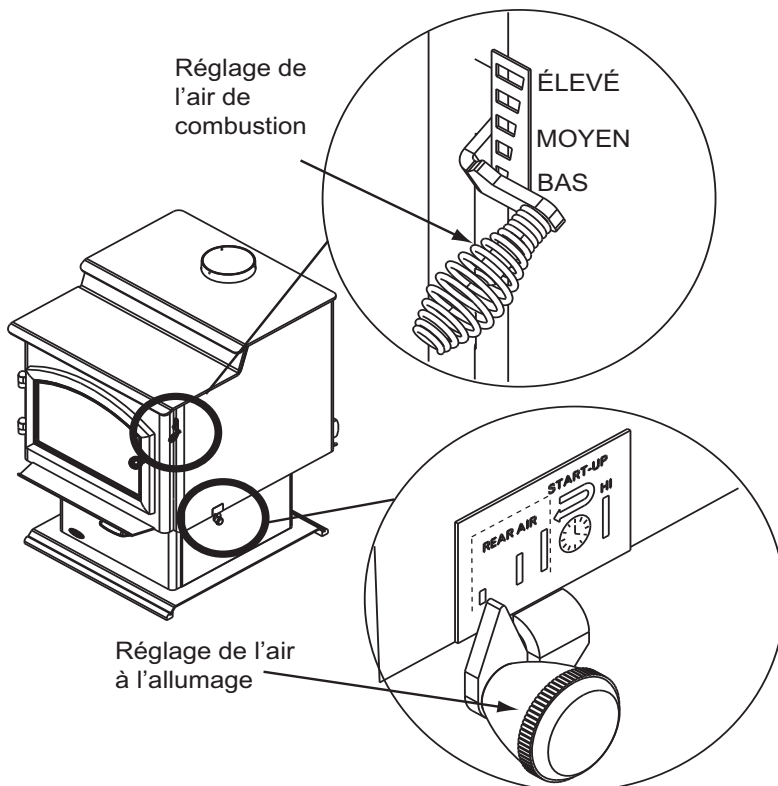
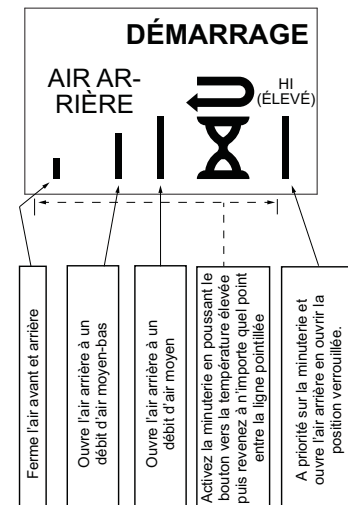

Figure 11.1
Figure 11.2
Ceci garantira un feu aussi propre que possible. Si les flammes s'éteignent, le taux de combustion est réglé à un niveau trop bas pour entretenir la combustion. Le réglage d'air situé dans l'angle supérieur droit sert à régler le taux de combustion. Il est appelé réglage de l'air de combustion (Figure 11.1).
Cette admission d'air est située en haut sur l'avant de la boîte à feu, près du bord supérieur de la porte vitrée. Cet air préchauffé fournit l'oxygène nécessaire au mélange des gaz non brûlés pour créer une deuxième, troisième et quatrième combustion. Cet air est régulé par le réglage de l'air de combustion. Lorsque la commande est déplacée vers le haut, elle est sur le réglage maximum. Si elle est déplacée vers le bas, elle est sur le réglage minimum (Figure 11.1).
Pour engager le système de minuterie du contrôle automatique de la combustion (ACC), poussez le levier vers l'arrière de l'appareil à la position élevée, puis tirez vers l'avant de l'appareil, jusqu'à ce que le bouton s'arrête. La minuterie fermera lentement l'arrivée d'air en 25 minutes. Utilisez cette fonction lors du rechargement de combustible ou si vous désirez augmenter l'arrivée d'air (Figure 11.2).
- Activez ensuite le système de minuterie ACC en poussant le bouton en position élevée, complètement vers l'arrière de l'appareil, puis ramenez-le vers l'avant de l'appareil jusqu'à ce que le bouton s'arrête (**Figure 11.1 et Figure 11.2 à la page 11**).